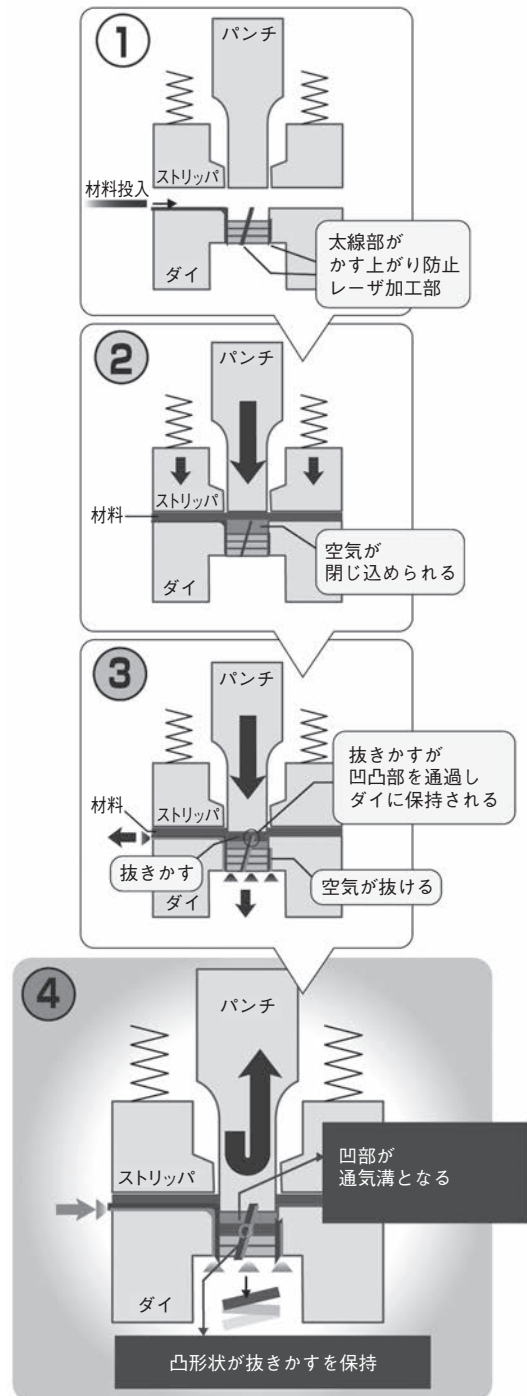

図5 凹凸形状の作用イメージ
その凹凸形状が作用するイメージを図5で説明する。プレス金型に材料を供給する①と、ストリップが移動して材料をダイに押し付け、ダイの中に残っている抜きかすと、供給された材料